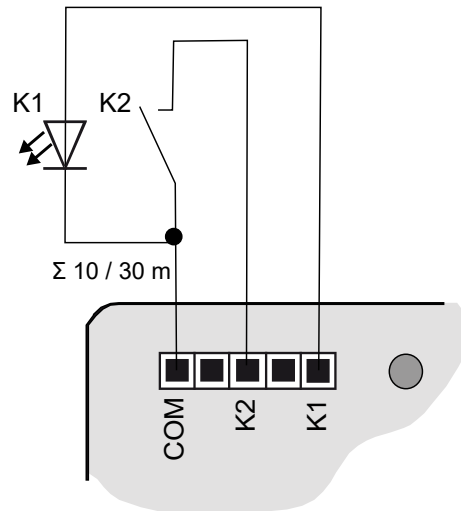

Bild 3: Anschlussbeispiel Tasterschnittstelle 2fach
- Taster, Schalter, Kontakte, LED oder NTC gemäß Anschlussbeispiele mit beigelegten Anschlussleitungen (4) anschließen (siehe Bild 3) bis (siehe Bild 5). Die Anschlussbeispiele zeigen die Verwendung mit Eingängen, Ausgängen und Sensoren.